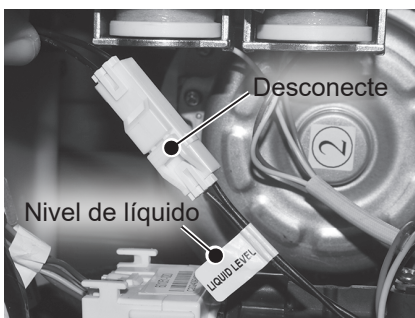

Figura 41 - Desconexión del nivel de líquido
- 19** Ubique el mazo de cables del nivel de líquido y desconéctelo. Consulte la Figura 41.